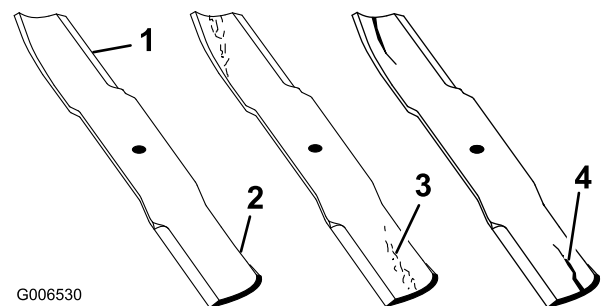

Figure 76
1. Examinez le tranchant des lames (Figure 76). Si les lames coupent mal ou présentent des indentations, déposez-les et aiguisez-les (voir Aiguisage des lames).
2. Inspectez les lames, surtout la partie incurvée. Remplacez immédiatement toute lame fendue, usée ou qui présente une entaille (Figure 76).